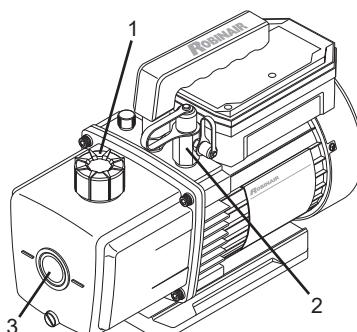
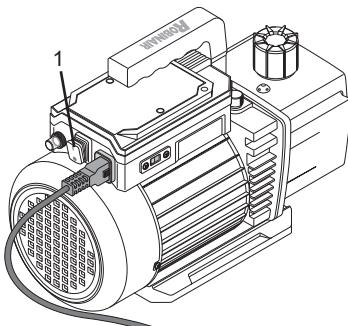

Figura 4
Figura 5
2. Retire la tapa de escape/llenado de aceite (1) (*consulte Figura 4*).
3. Agregue aceite al depósito de aceite hasta que el nivel de aceite esté alineado con las marcas a cada lado de la mirilla (3) (*consulte Figura 4*).
4. Vuelva a poner la tapa de escape/llenado de aceite (1) (*consulte Figura 4*).
5. Retire una tapa del puerto de entrada (2) (*consulte Figura 4*).
6. Conecte la unidad a la fuente de alimentación y encienda la bomba de vacío (1) (*consulte Figura 5*).
8. Después de que la bomba haya funcionado durante un minuto, APAGUE la bomba (1) (*consulte Figura 5*), revise el nivel de aceite en la mirilla (3) (*consulte Figura 4*), y añada más si es necesario.